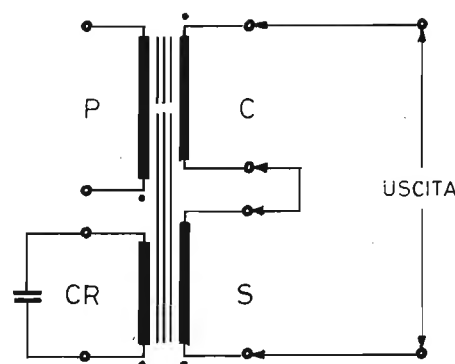
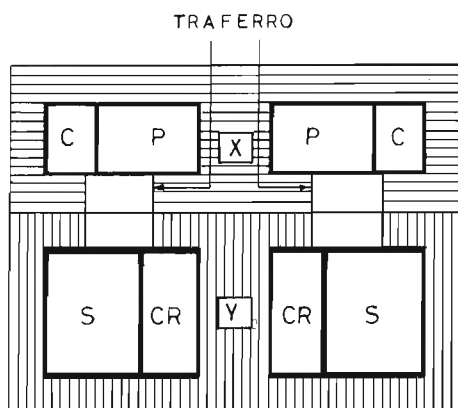

Figura 2 - Schema elettrico di principio di un trasformatore a nucleo risonante.
Figura 1 - Rappresentazione schematica in sezione di un tipico trasformatore ferro-risonante.
La figura 1 ne rappresenta la struttura in sezione, mentre la figura 2 ne rappresenta lo schema elettrico semplificato: nella prima figura citata si può notare innanzitutto che esso è costituito da due nuclei ferro-magnetici, che hanno la medesima larghezza del lamierino, ma una differente lunghezza: la prima sezione, contrassegnata « X » in figura 1, infatti, presenta la medesima larghezza in senso orizzontale della sezione inferiore contrassegnata « F », ma una minore lunghezza in senso verticale.
Se l'ampiezza della tensione primaria subisce un aumento, il flusso magnetico presente nel nucleo contraddistinto con la lettera « Y » aumenta in proporzione: se la densità di flusso raggiunge un valore sufficiente, l'entità della reattanza induttiva dell'avvolgimento che costituisce il circuito risonante (CR) equivale alla reattanza capacitiva del condensatore esterno presente in parallelo al relativo circuito, come si osserva nello schema semplificato di figura 2.
Tuttavia, questa tensione varia con uno sfasamento di 180° rispetto alle variazioni di tensione che si verificano nel secondario. A tale riguardo, si notino i puntini di riferimento alla fase riportati nello schema semplificato di figura 2.